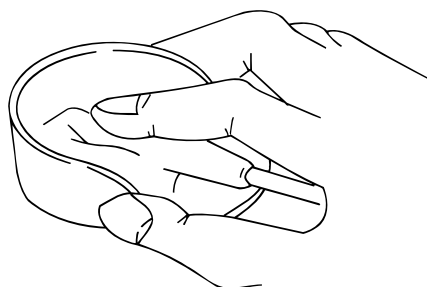

Fig. 3-5
- (5) 図の様に人差し指を中央突起に添え親指と中指でアノードキャップを持つ。(Fig 3-5参照)